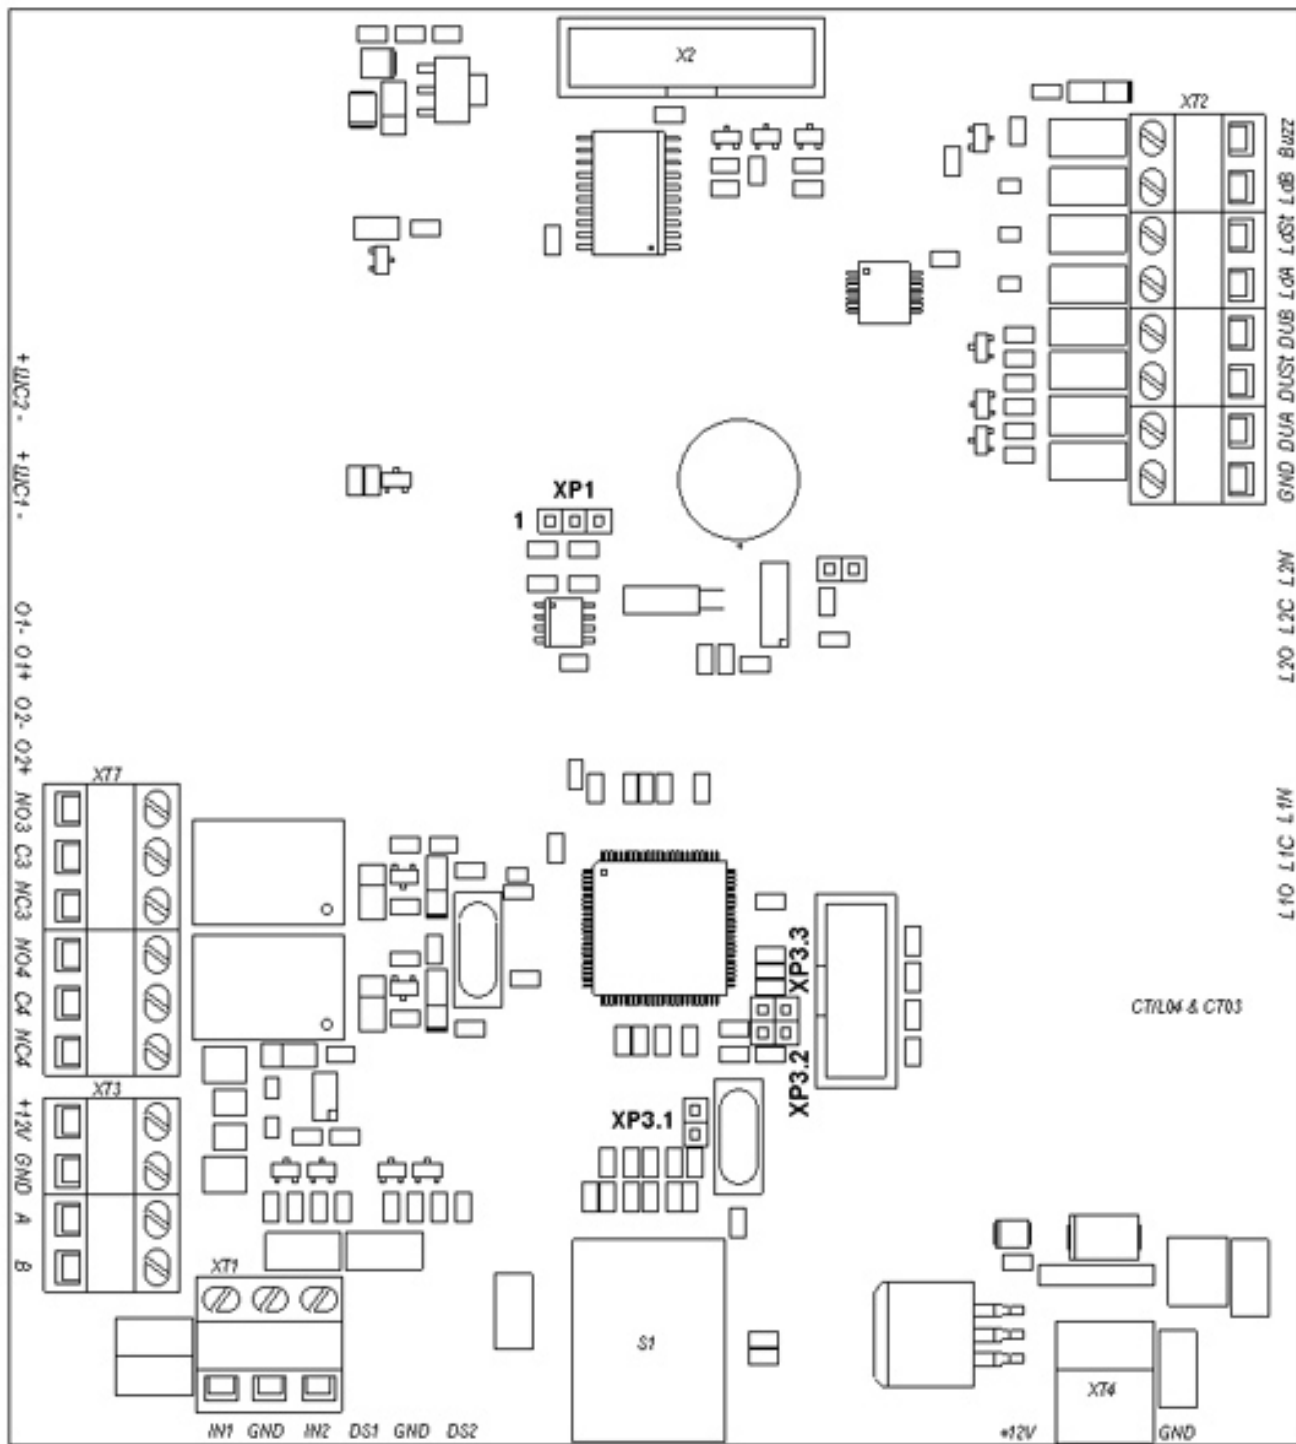

Рисунок 3.1 — Внешний вид платы контроллера *PERCo-CT03*
5.2.4 Пульт управления выполнен в виде небольшого настольного прибора в корпусе из ударопрочного АБС пластика и предназначен для задания и индикации режимов работы при ручном управлении КТС01.3. Пульт управления подключается к плате *PERCo-CT03* гибким многожильным кабелем (17) через клеммную колодку "ХТ2" (см. рисунок 3.1).
управления, подключаемые на контакты *DUA* и *DUB*, а также *Led A* и *Led B* соответственно (рисунок 3.1 и рисунок А.1 Приложения А).
5.2.5 На плате контроллера *PERCo-CT03* (рисунок 3.1) расположены:
5.3.2 Подключение указанных в п. 5.3.1.1 автономных устройств производится с помощью кабелей (17) и (19) к соответствующим клеммным колодкам “XT2” и “XT4” платы PERCo-ST03 (рисунок 3.1) в соответствии со схемой подключения (рисунок А.1 Приложения А).